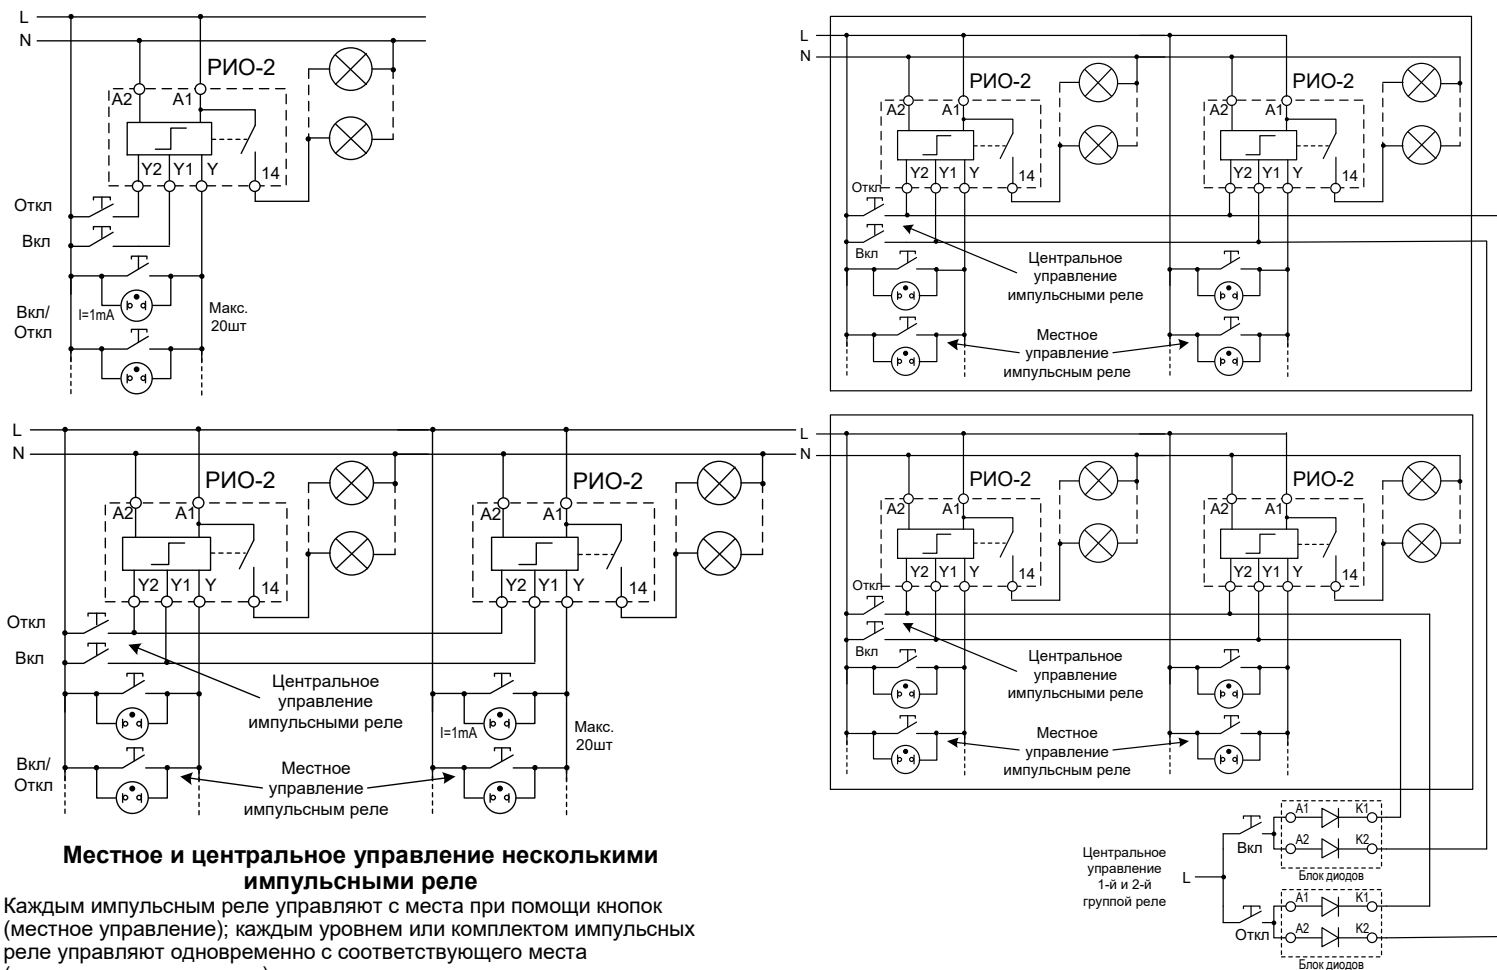

Рис. 2 — Схемы подключения
**Режим 3** — режим автоматического таймера. Режим предназначен для автоматического отключения освещения по отсчёту времени установленного пользователем. Отключение производится автоматически по истечении времени задержки. Если до истечения времени задержки поступает сигнал управления на включение, время начинает отсчитываться заново (без выключения нагрузки), при многократном сигнале время суммируется. Режим работы реле выбирается положением указателя переключателя на лицевой панели. Варианты схем подключения показаны на рис. 2.